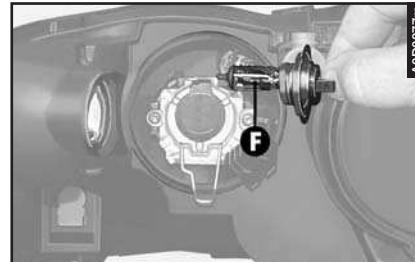

fig. 44
- Remove the bulb (**F**- **fig. 44**).